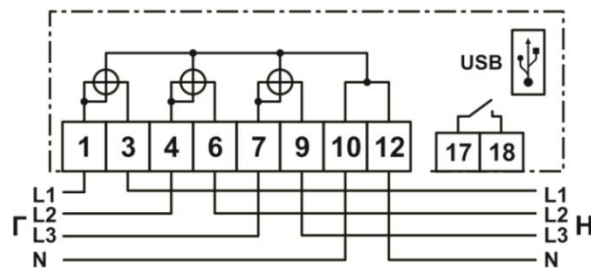

Рис. 3.12 Схема подключения трёхфазных счётчиков непосредственного подключения
8. Подключите питающие провода в соответствии со схемой подключения, приведенной на передней панели счётчика (см. рис. 3.12, 3.13, 3.14). Провода должны быть надежно закреплены с помощью винтов.